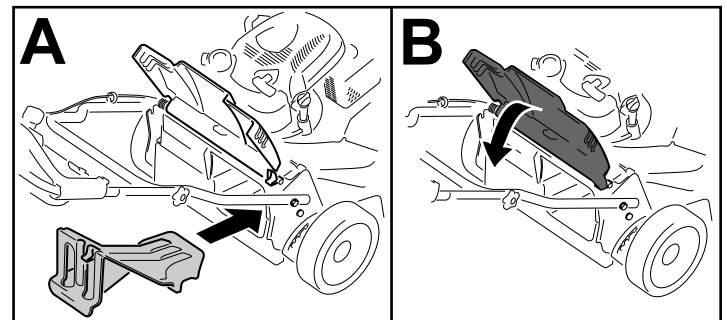

Figure 23
- Si l'obturateur d'éjection arrière n'est pas installé, saisissez-le par la poignée, relevez le volet arrière et insérez-le dans la goulotte d'éjection arrière jusqu'à ce que le dispositif de verrouillage s'enclenche ; voir Figure 23.
Important: Assurez-vous que l'obturateur d'éjection arrière est en place avant de procéder au recyclage (Figure 23).